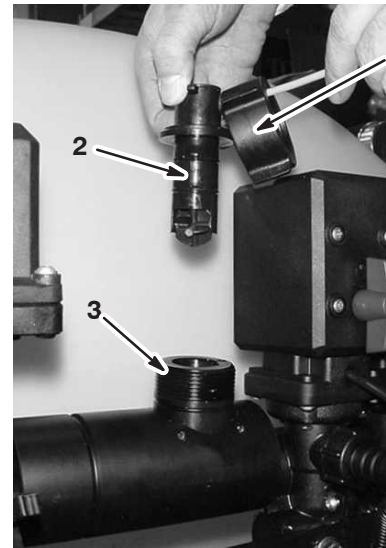

Bild 63
2. Entfernen Sie die Befestigungskappe vom Gehäuse des Durchflussmessers (Bild 63).